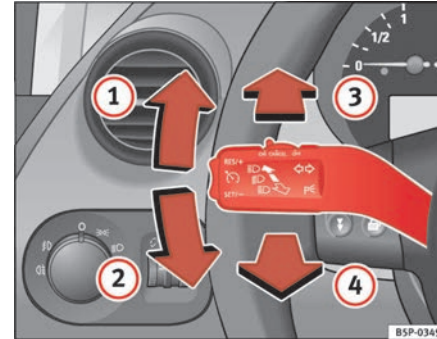

Abb. 78 Blinker und Fernlichthebel
- Drücken Sie den Hebel bis zum Anschlag nach oben  ⇒ Abb. 78 , um **rechts** zu blinken, bzw. nach unten , um **links** zu blinken.
- Drücken Sie den Hebel nach vorne ⇒ Seite 118, Abb. 78 , um das Fernlicht einzuschalten.